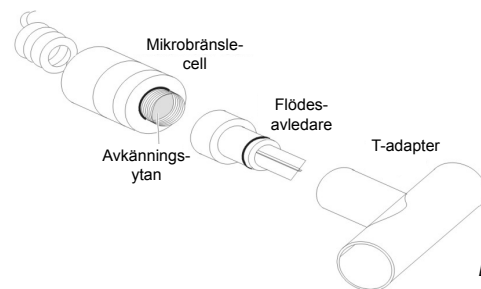

Bild 2
4. Som med de flesta syremätare uppnås den högsta graden av noggrannhet när kalibreringen utförs med 100% syre. Installera flödesavledaren, se bild 2, och sätt sedan in